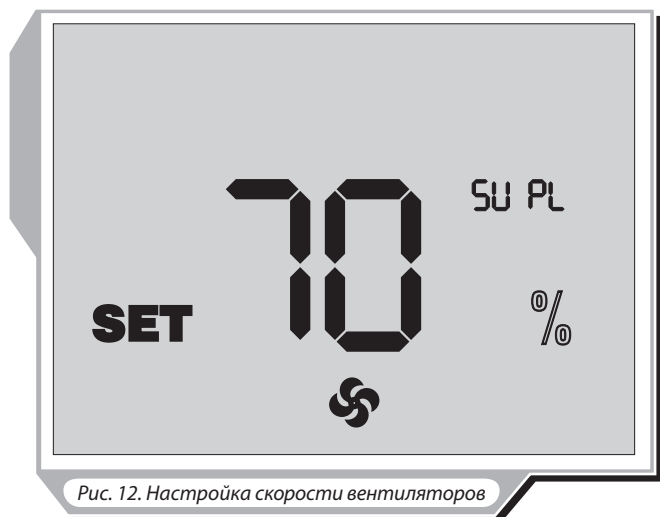

Рис. 12. Настройка скорости вентиляторов
- Для изменения производительности приточного вентилятора нажмите и удерживайте кнопку , затем нажмите кнопку для увеличения или кнопку для уменьшения скорости. Каждое нажатие кнопки и увеличивает или уменьшает скорость приточного вентилятора на 1 %. При нажатой кнопке индикаторы дисплея отображают текущую производительность приточного вентилятора (рис. 12).